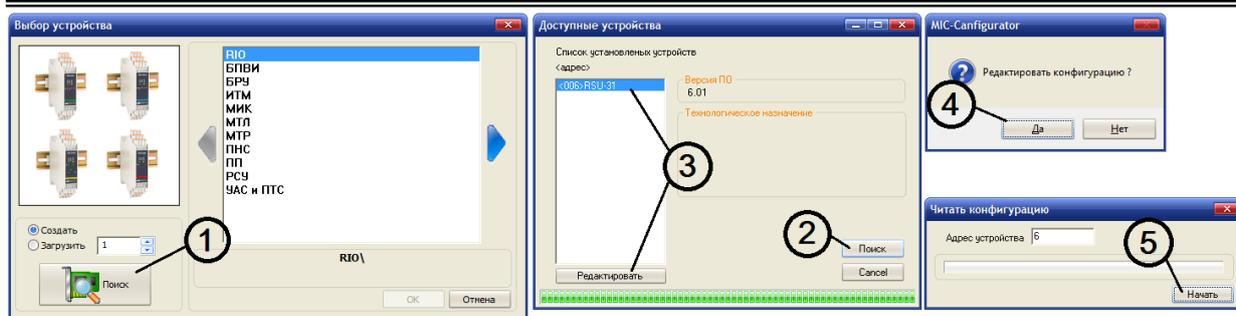

Рисунок 4.4 – Окна программы MIC-Configurator
4.4.5.6 В МИК-Конфигураторе нажать кнопку "Доступные устройства" (см. рис. 4.4) и произвести поиск блока согласно пункту 4.4.3.